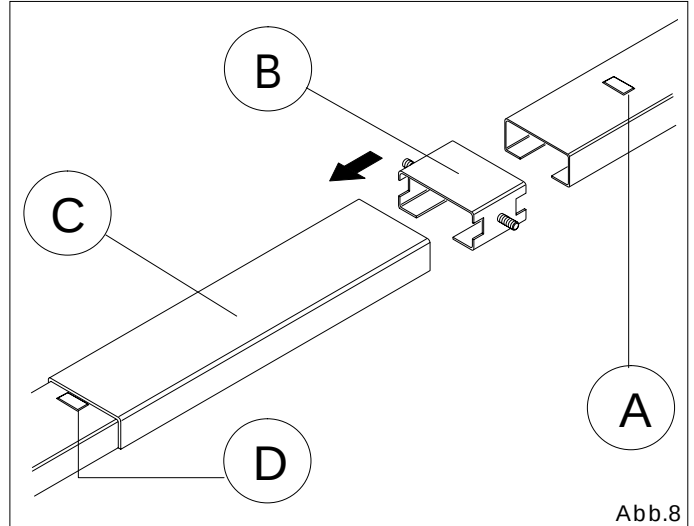
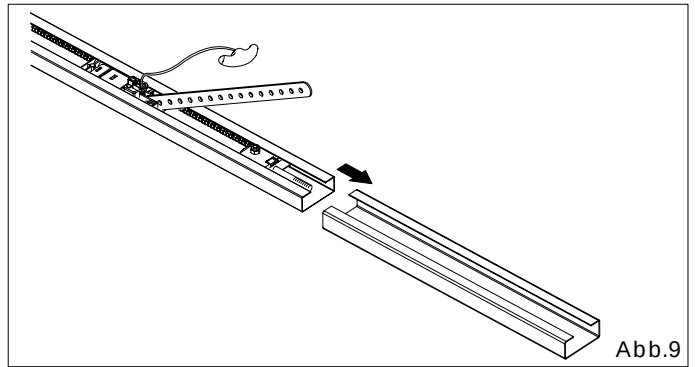
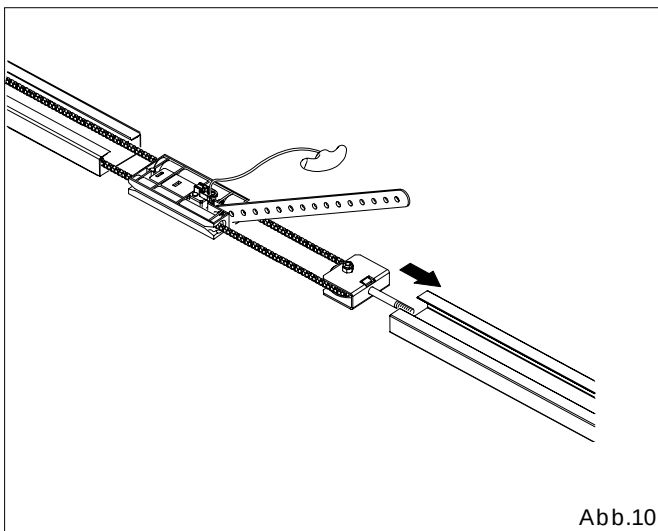

Abb.8
Abb.9
Abb.10
5.2 Für den Operator 530 ist es ratsam, die eigene Optionsführung (Abb.8 Bez.B) zu verwenden, die in den Zentralschlitten (Abb. 8 Bez.C) einzuführen ist.
5.3 Den Längsträger mit der Kette in den Zentralschlitten (Abb.9) bis zum Metallanschlag (Abb.8 Bez.D) einschieben.
5.4 In die vorher zusammengebaute Gruppe einen neuen Längsträger (Abb.10) einfügen, wobei zu prüfen ist, dass der Metallanschlag von Abb.8 Bez.A mit dem Zentralschlitten in Berührung kommt.